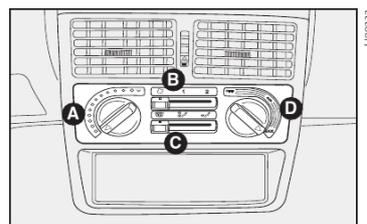

fig. 30
## COMANDOS PARA AQUECIMENTO E VENTILAÇÃO - fig. 30
4) Comando para regulagem da quantidade de ar nos difusores centrais **D-fig. 30**: posição difusor fechado (girar para posição **OFF**).
3) Seletor de distribuição do ar **C-fig. 30** apontado para ; controlar para que todas as saídas de ar estejam totalmente abertas.